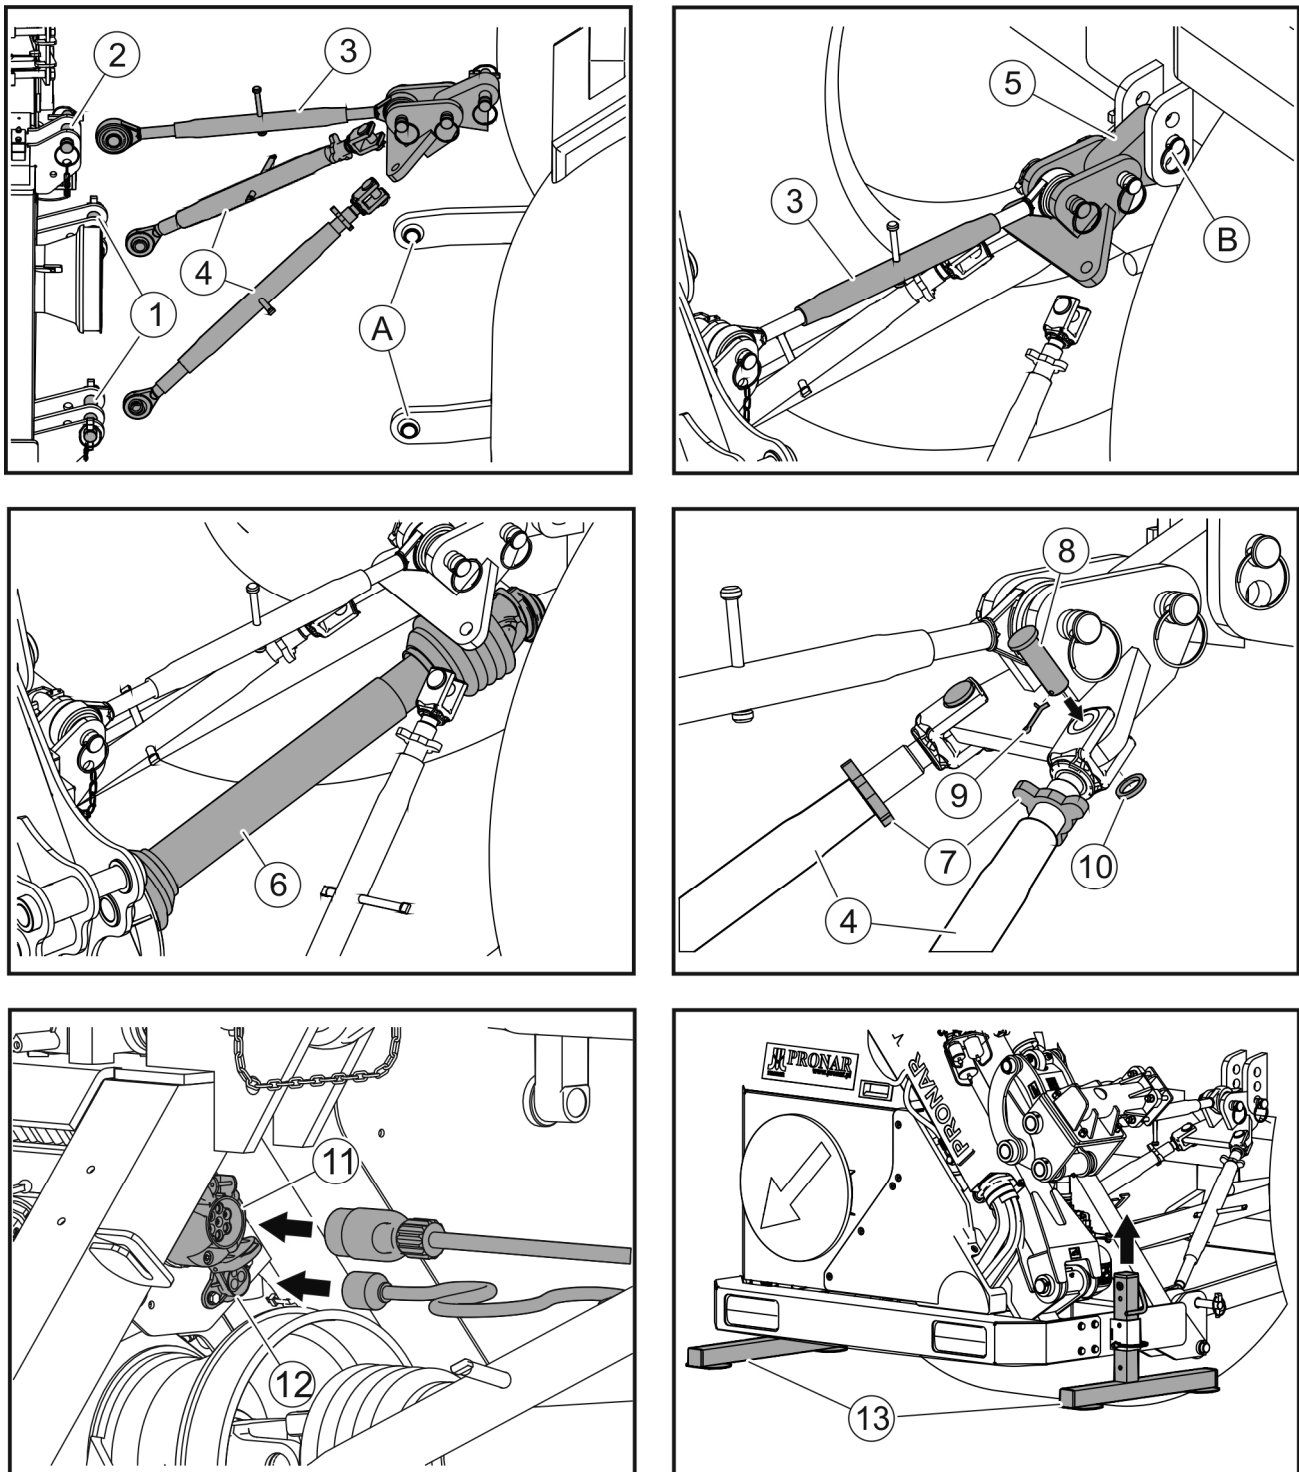
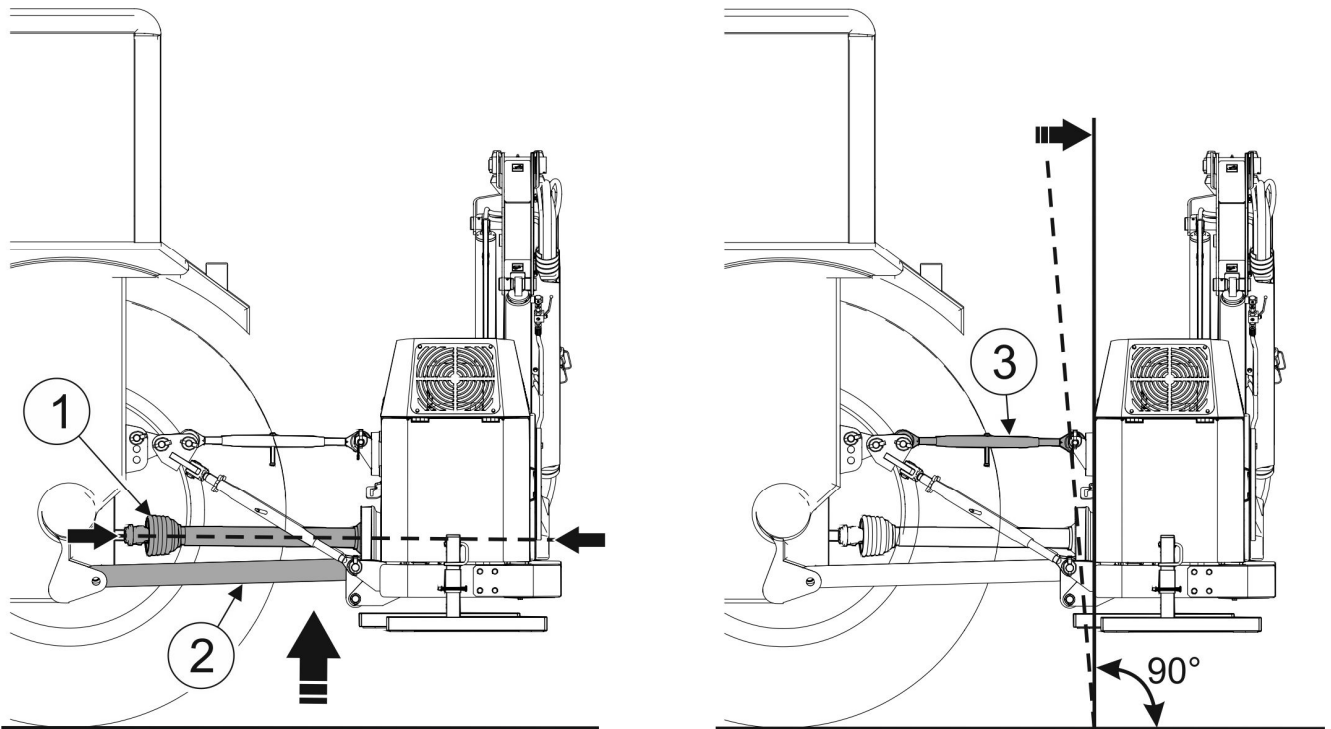

ABBILDUNG 4.1 Multifunktionsausleger an das Trägerfahrzeug (den Schlepper) ankopeln).
ABBILDUNG 4.2 Positionierung des Multifunktionsauslegers zum Boden.
Um den Multifunktionsausleger mit dem hinteren Dreipunkt Kraftheber des Trägerfahrzeugs (Schleppers) zu verbinden, sind folgende Hinweise zu beachten (ABB. 4.1):
- Heben Sie den Multifunktionsausleger bei entriegelten Lenkern (4) der Verriegelung des Dreipunkt-Krafthebers (ABB. 4.1) über die Unterlenker (2) (ABB. 4.2) des hinteren Dreipunkt-Krafthebers des Trägerfahrzeugs (Schleppers) so weit an, dass die
(1)- Antriebswelle; (2)- Unterlenker des hinteren Dreipunkt-Krafthebers am Trägerfahrzeug (Schlepper); (3)- Zentrallenker der Verriegelung des Dreipunkt-Krafthebers.
- Richten Sie die Position des Multifunktionsauslegers durch Einstellen der Länge des Zentrallenkers (3) aus.
- Verriegeln Sie den Dreipunkt-Kraftheber, indem Sie die Lenker-Gabeln (4) (ABB. 4.1) mit den Bolzen (8) an der Halterung der Verriegelung des Dreipunkt-Krafthebers befestigen. Die Bolzen sind mit Splinten (9) zu sichern. Verriegeln Sie die bestimmte Länge der Lenker (4) der Verriegelung des Dreipunkt-Krafthebers mit Verriegelungsmuttern (7).
- Schließen Sie die 7-polige (11) (Option) Steckdose (ABBILDUNG 4.1) der Stromversorgung für die Heckleuchten und die 3-polige (12) (Option) Steckdose für die Stromversorgung des Ölkühlerlüfters und die Stromversorgung des Steuerpultes (WWT424C / WWT484C) des Multifunktionsauslegers mit den elektrischen Anschlusskabeln an die entsprechenden Steckdosen des Trägerfahrzeugs(Schlepper) an.